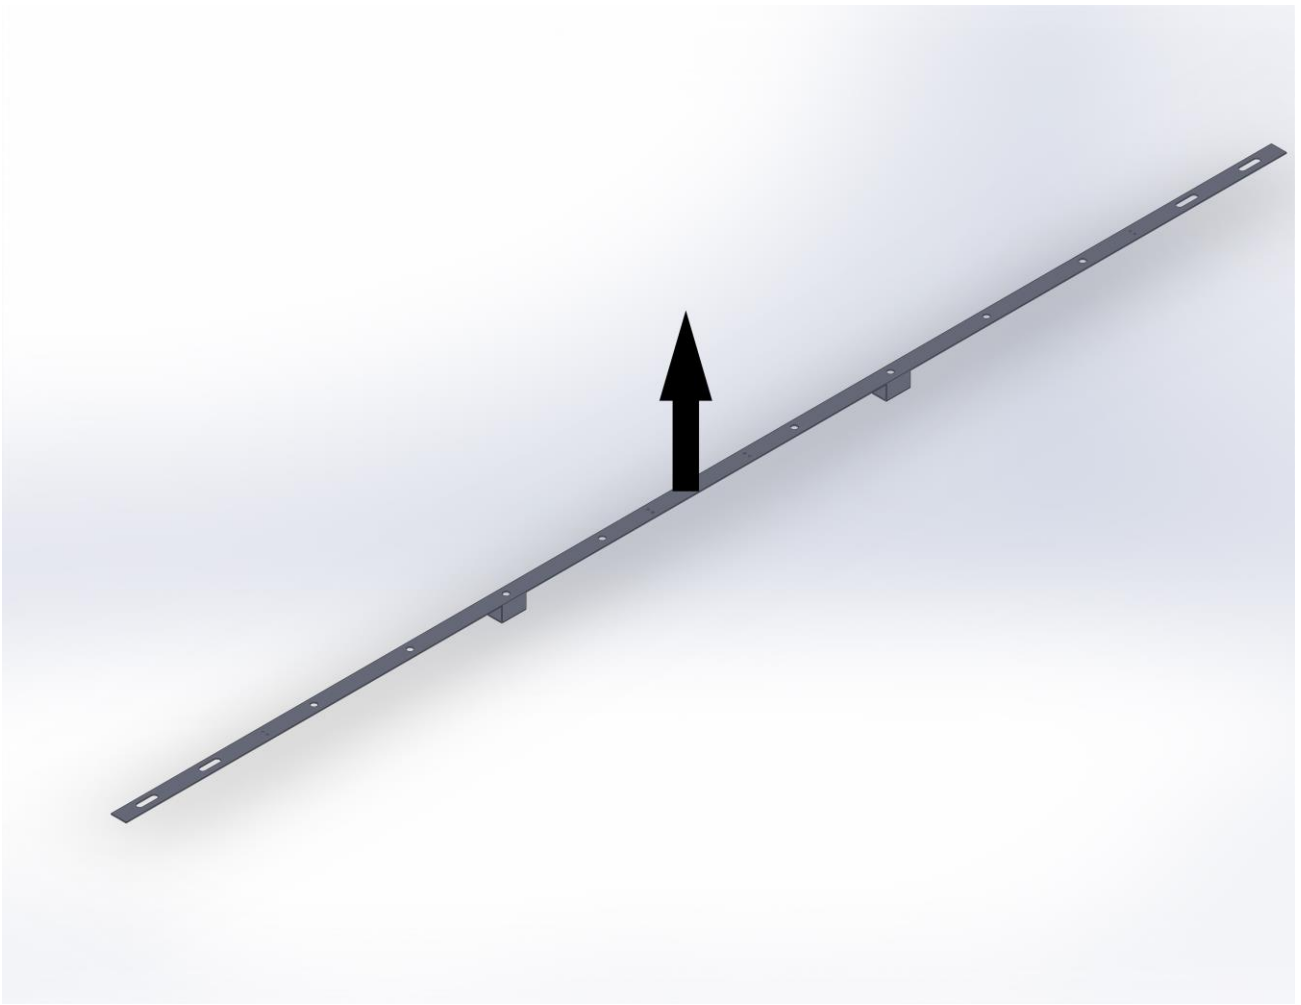

Рисунок 8
2.6 Зафиксируйте кронштейны с помощью крепежных элементов, которые остались от боковой защиты полуприцепа. Необходимо затягивать болты таким образом, чтобы осталась возможность регулировать положение кронштейна. (см. рисунок 8, 9).